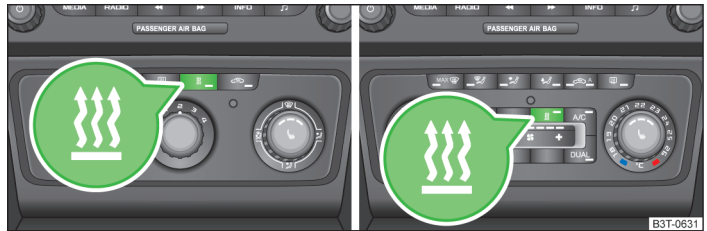

Fig. 111 Touche d'activation/désactivation directe sur l'unité de commande du climatiseur/du Climatronic
- III au moyen de la touche sur l'unité de commande du climatiseur manuel / du Climatronic. Le voyant dans la touche s'allume » fig. 111 ;
- III au moyen de la touche sur l'unité de commande du climatiseur manuel / du Climatronic. Le voyant dans la touche s'éteint » fig. 111 ;
Si l'installation est en cours de fonctionnement, le voyant s'allume dans la touche-symbole  » fig. 111.